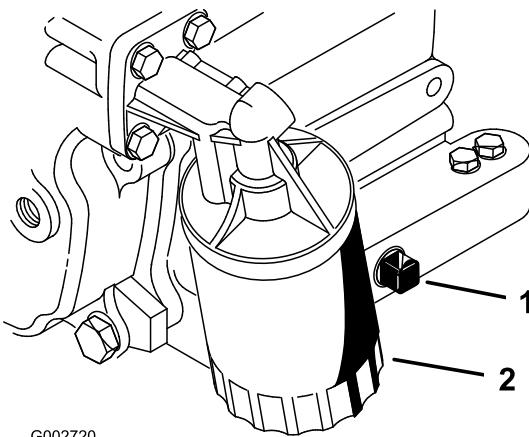

Figura 26
- Retire el tapón de vaciado (Figura 26) y deje fluir el aceite a un recipiente apropiado. Cuando el aceite deje de fluir, coloque el tapón de vaciado.
- Retire el filtro de aceite (Figura 26). Aplique una capa ligera de aceite limpio a la junta del filtro nuevo.